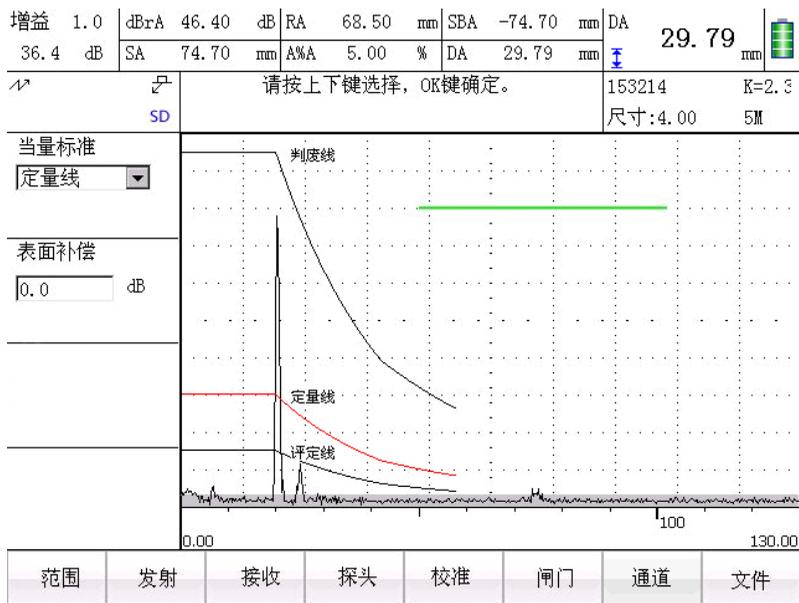

图 4.17 通道界面 选择 DAC 曲线当量标准
- 4) 选择通道界面，在当量标准选项中选定所需要参考的基准回波曲线。为方便用户测量，此时所选定的参考曲线会变成红色。如图 4.17 所示。